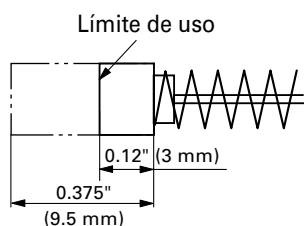

Fig. 11
4. Inspección de las escobillas de carbón (Fig. 11)